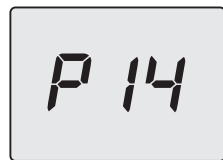

Figura 5.59
- Premere per 1 sec. il tasto 50 (Figura 5.55) per entrare nel parametro selezionato. Il display visualizzerà quanto segue (Figura 5.59).